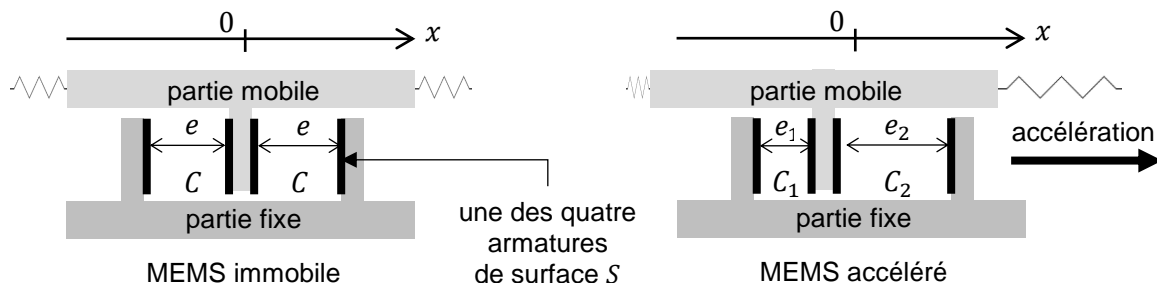

Figure 3. Schémas de principe de l'accéléromètre MEMS
2. L'accéléromètre MEMS est constitué d'une partie mobile qui, soumise à une accélération, entraîne le déplacement de l'armature commune aux deux condensateurs. En l'absence d'accélération, chaque condensateur a une capacité  $C$ . On considère un déplacement de l'accéléromètre MEMS suivant  $Ox$ , lorsqu'il est soumis à une accélération, leurs capacités prennent respectivement les valeurs  $C_1$  et  $C_2$  comme l'illustrent les schémas de la figure 3.
- 2.2. Donner le signe de  $a_x$  qui permet de rendre compte de la situation schématisée sur la figure 3. Commenter.